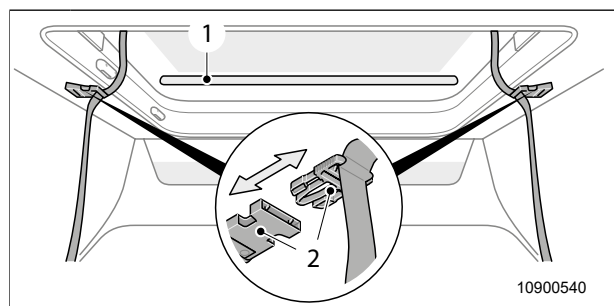

Fig. 37 Apertura del tetto a soffietto
3. Aprire la chiusura a fibbia (Fig. 37, pos. 2) sul lato destro e sinistro.
5. Spingere verso l'alto il tetto a soffietto premendo sulla maniglia a barra (Fig. 37, pos. 1). Il tetto non deve inclinarsi.